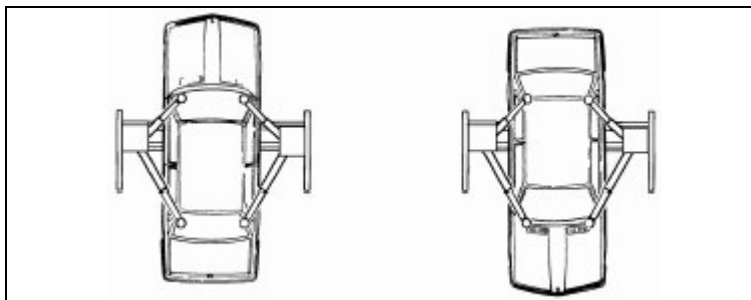

Рис. 15 Правильно установленный автомобиль
Правильное размещение автомобиля на подъемнике крайне важно для правильного распределения нагрузок на телескопические кронштейны (см. Рис. 15).
- Автомобиль правильно установлен на подъемнике (Рис.15).